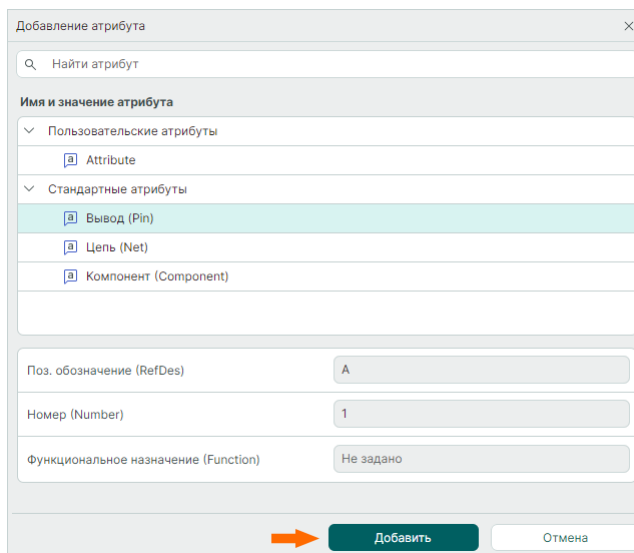

Рис. 497 Кнопка «Добавить»
3. Нажмите «Добавить», см. Рис. 497.